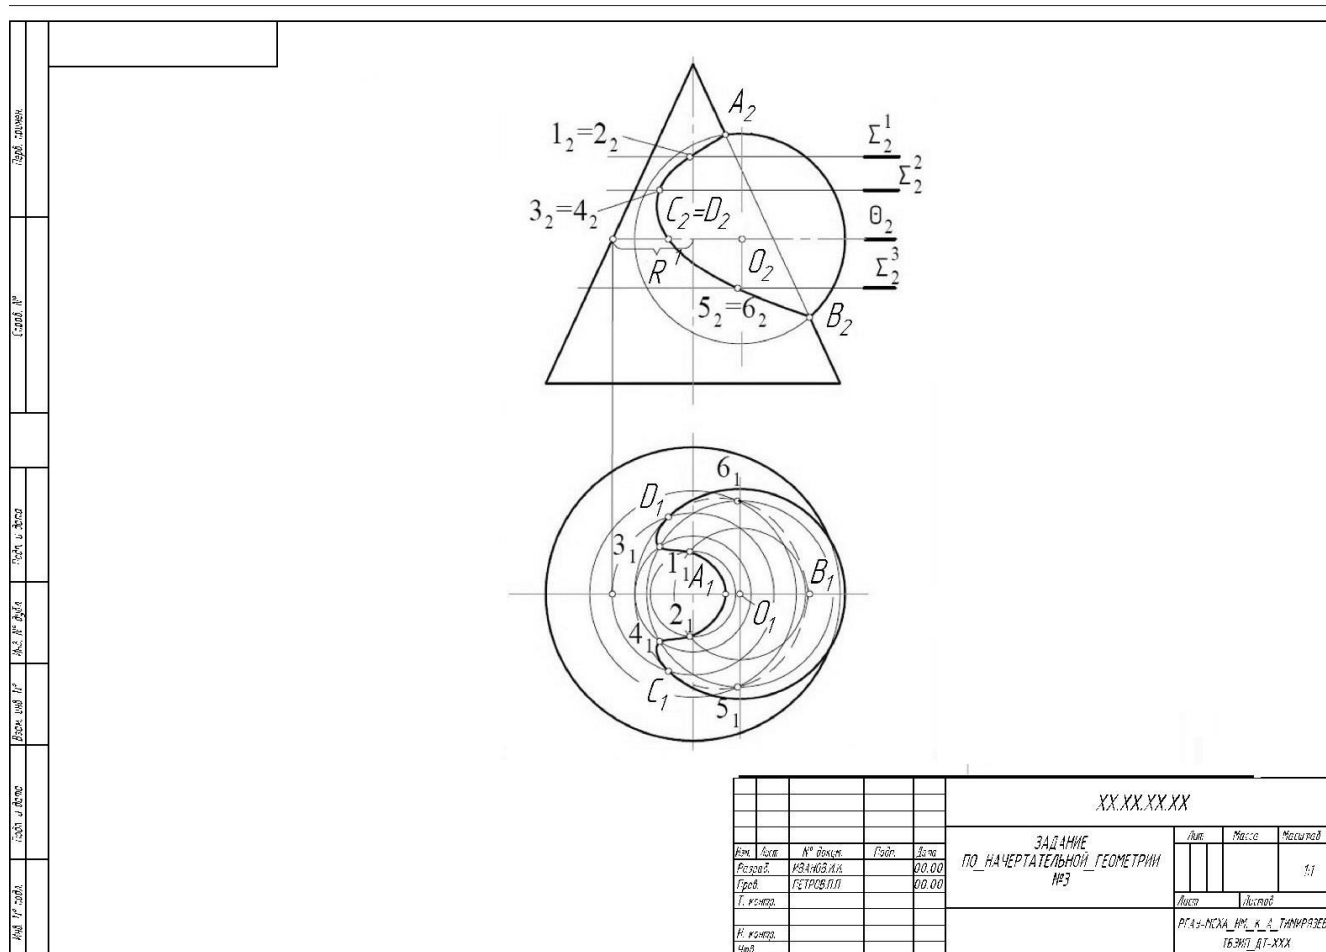

Рис. 3. Образец выполнения задания №3 по теме «Взаимное пересечение кривых поверхностей»
**Тема 3:** «Пересечение поверхностей». (рис.3)